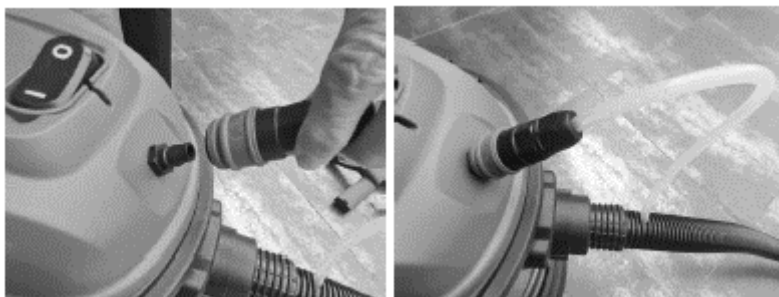

Рис.6
5.5. Подсоединение трубки подачи воды или моющего средства (Рис.6).
Присоедините соединитель (11) трубки подачи воды или моющего средства (12) к коннектору, размещённому в верхней части пылесоса (Рис.6).